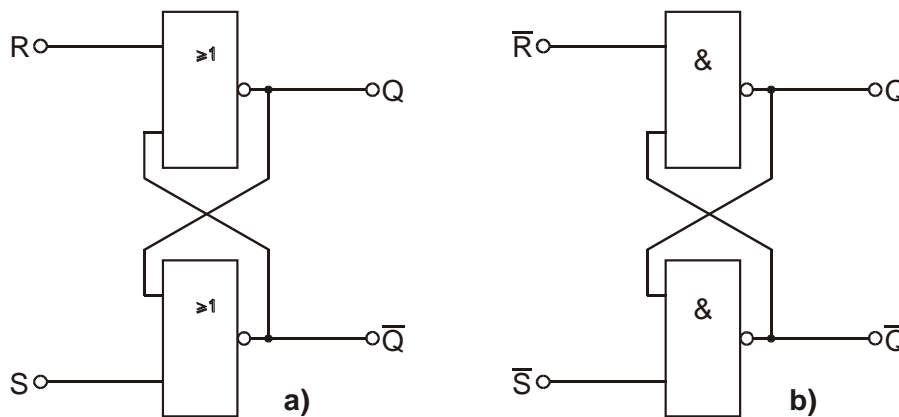

Abb. 3: Schaltung von RS-Flipflops a) aus NOR- und b) aus NAND-Gattern
2. Aus zwei NOR-/ NAND-Gattern wird ein RS-Flipflop aufgebaut (Abb. 3) und die Verknüpfungstabelle aufgenommen. Ein RS-Flipflop hat 2 Eingänge: 'R' steht für Reset und 'S' steht für Set, Ist der Eingang 'S' auf '1', wird der Ausgang 'Q' zu '1' und der invertierte Ausgang 'Q̄' zu '0'. Danach bleiben die Ausgänge stabil, auch wenn danach 'S' wieder auf '0' geht. Erst wenn 'R' '1' wird, wird 'Q' '0' und 'Q̄' '1'. Und auch das ist ein stabiler Zustand, solange 'S' nicht auf '1' geht. In der Realisierung gibt es dabei die Möglichkeit, 'normale' Logik zu benutzen, mit '1' aktiv und '0' für passiv. Es gibt aber auch invertierte Logik mit '0' aktiv und '1' passiv. Das wird dann bei den Bezeichnungen mit einem oberen Querstrich gekennzeichnet. Bei der Integration von Flipflops in zusammengesetzte Systeme muss darauf geachtet werden, dass nicht erlaubte Eingangskombinationen – das sind solche, die zu dem sich widersprechenden Zustand 'Q' = 'Q̄' führen – verhindert werden. D.h es dürfen nicht 'S' und 'R' zu gleichen Zeit '1' sein, oder bei invertierter Logik, 'S̄' und 'R̄' gleichzeitig '0'.